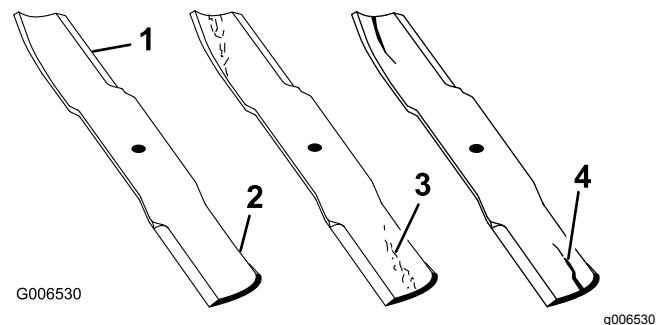

Figura 132
2. Examine cuidadosamente as extremidades da lâmina, prestando especial atenção à zona onde se encontram as partes curvas e planas da lâmina, conforme se mostra na Figura 132.
Nota: Deverá verificar o estado da lâmina antes da operação de corte, já que a areia e outro material abrasivo poderá desgastar o metal que liga a parte curva e plana da lâmina. Se der conta de desgaste, substitua a lâmina (Figura 132).